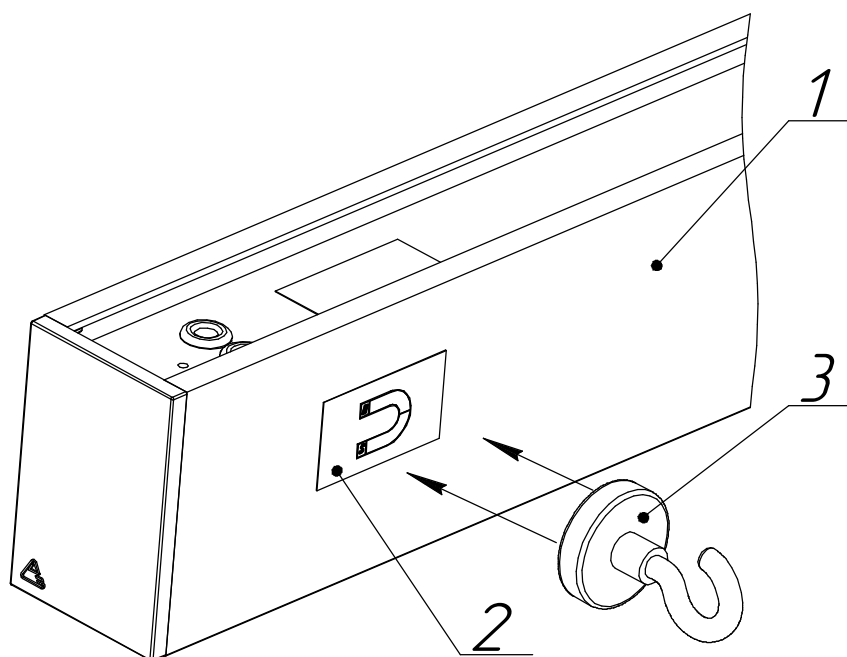

Рисунок 4 - Тестирование аварийного режима светильника:
5.6.1. В светильниках присутствует ручное тестирование аварийного режима. Выключите светильник. Возьмите магнит неодимовый (не входит в комплект, заказываются дополнительно) и поднесите его к этикетке "Магнитный тест", которая находится на корпусе светильника (рисунок 4). Источник питания светильника